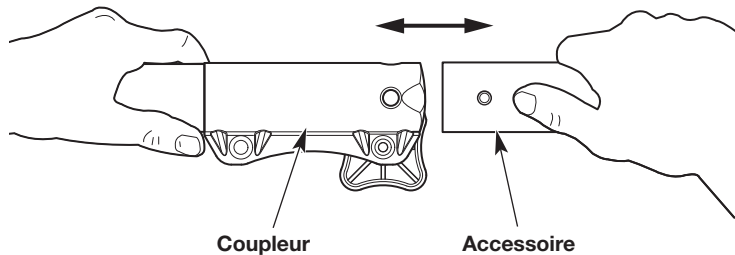
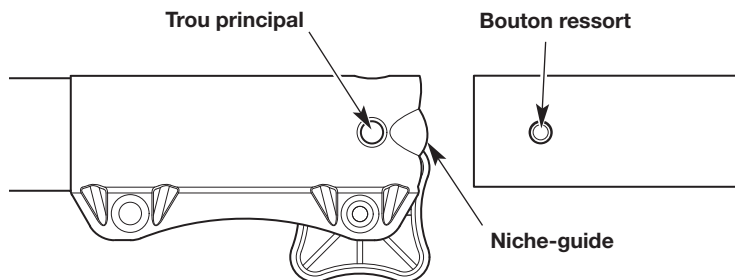

Fig. 7
Fig. 9
4. Alignez le bouton de déclenchement avec la rainure de guidage (Fig. 9).
5. Poussez l'accessoire directement dans le coupleur (Fig. 7) jusqu'à ce que le bouton de déverrouillage s'enclenche fermement dans l'orifice principal (Fig. 9).
3. Appuyez et maintenez enfoncé le bouton de déclenchement (Fig. 9).
4. Retirez l'accessoire du coupleur (Fig. 7).